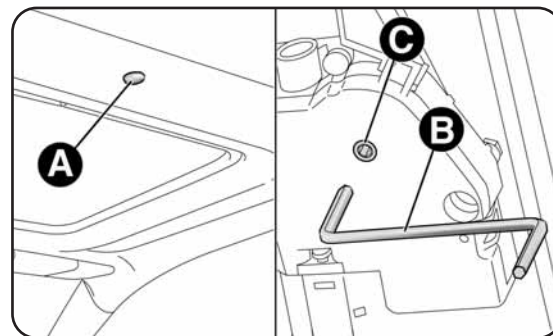

fig. 65
- enlever le bouchon de protection A-fig. 65 de protection situé sur le revêtement intérieur, entre les deux stores pare-soleil ;